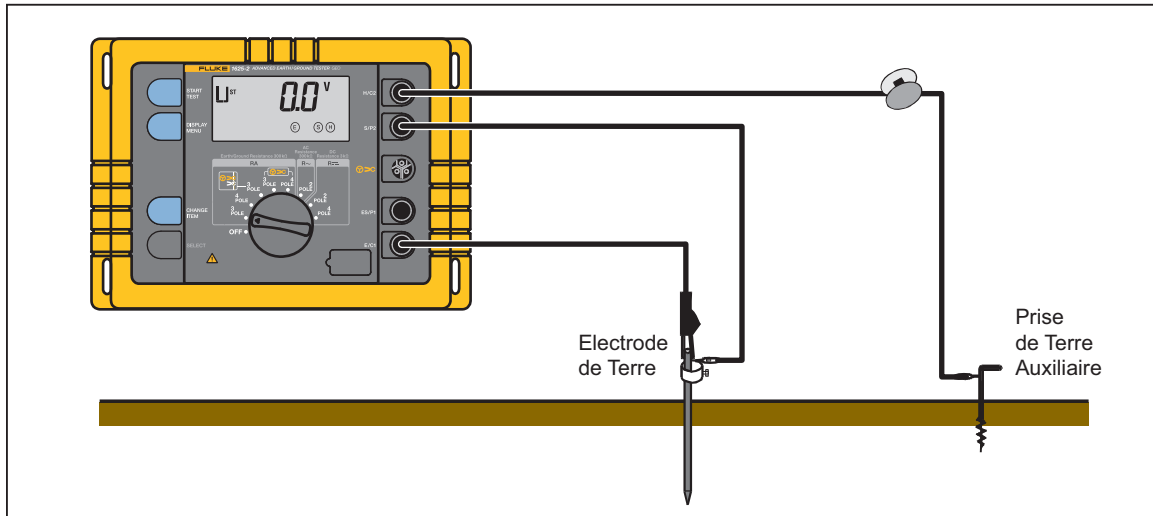

Figure 10. Compensation du conducteur de connexion de fil de terre
2. Brancher l'instrument comme indiqué dans la figure 10.